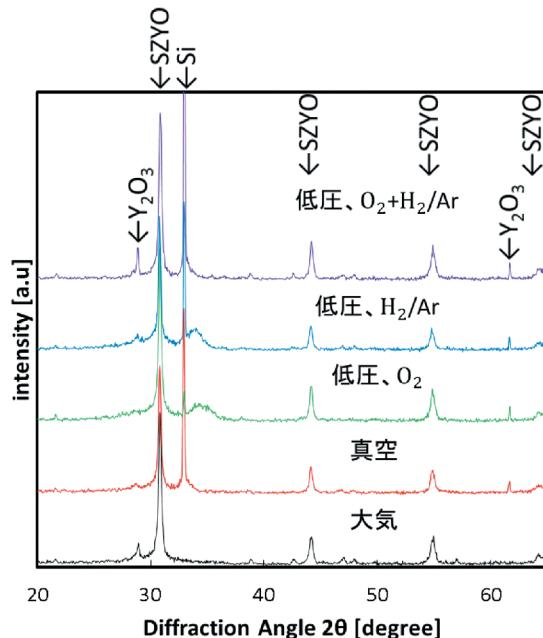

図 1 各種雰囲気下、600°Cで焼成した SZY0 薄膜の X 線回折図形 (XRD)
3. 結果 図 1 に各種雰囲気下で焼成した SZY0 薄膜の X 線回折図形を示す。どの条件下でも 600°C という低い温度で良好な結晶性が得られることがわかる。しかし低圧雰囲気下で焼成した試料ではどの条件でも Y_2O_3 の析出が確認された。これは、今回選択した SZY0 の Y 濃度が固溶限界近くの組成であり、わずかな焼成条件の違いにより析出が発生したものと考えられる。